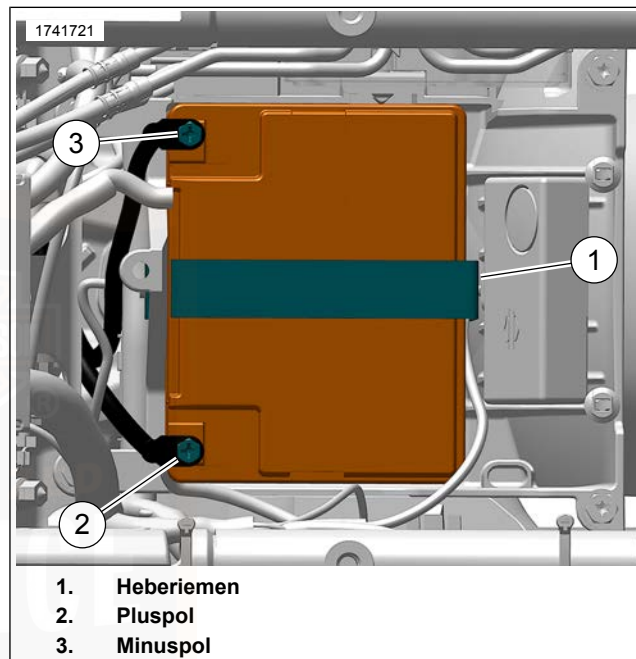

Abbildung 117. Batteriefach
10. Siehe Abbildung 117 . Beide Batteriepolsschrauben (2, 3) lösen, den Minuspol der Batterie zuerst.
11. Den Batterieheberriemen (1) nach oben ziehen, um die Batterie anzuheben. Wenn die Batterie weit genug angehoben wurde, um sie gut fassen zu können, Batterie greifen und komplett ausbauen.
3. Siehe Abbildung 117 . Die Batterie mit der Kontaktseite nach vorne in die Batteriegrundplatte einsetzen.